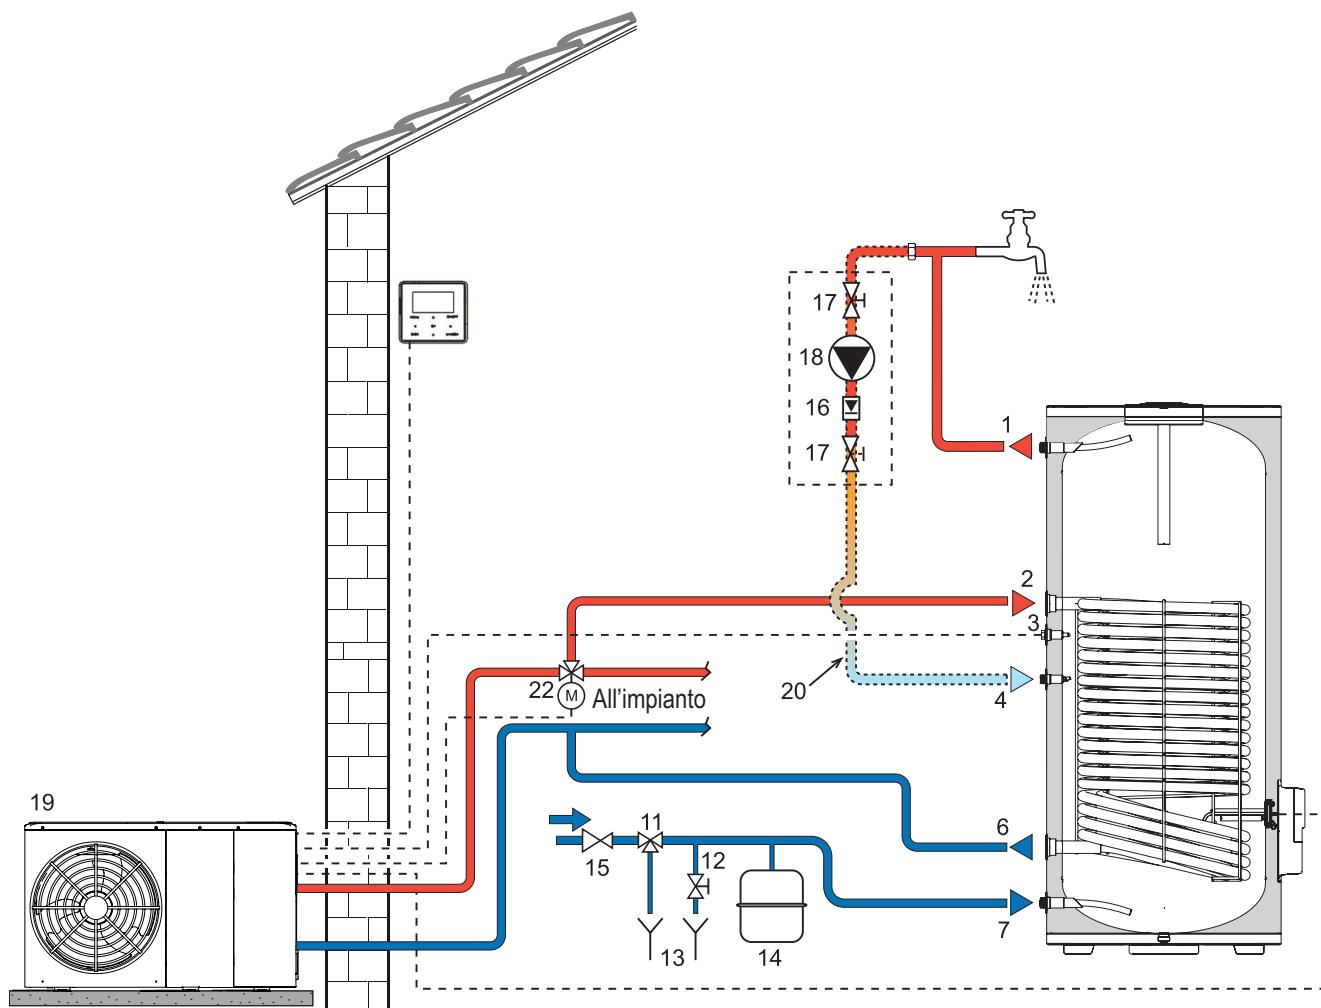

fig. 10 - Circuito idraulico BSF HP 1C
- Per effettuare lo svuotamento chiudere il rubinetto di carico dalla rete, collegare un tubo flessibile al raccordo di scarico (non fornito - rif. 12 di fig. 10 e fig. 11), previsto durante la fase di installazione, e porre l'altra estremità in una zona provvista di scarico esterno.